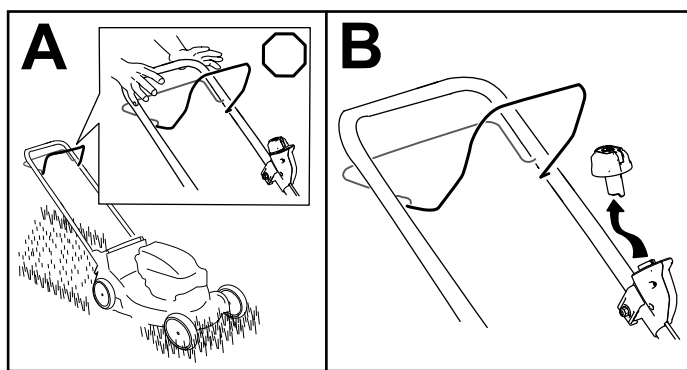

Figure 13
1. Relâchez la barre de commande de la lame (A de la Figure 13).
2. Retirez le bouton de démarrage électrique du commutateur de démarrage électrique (B de Figure 13).